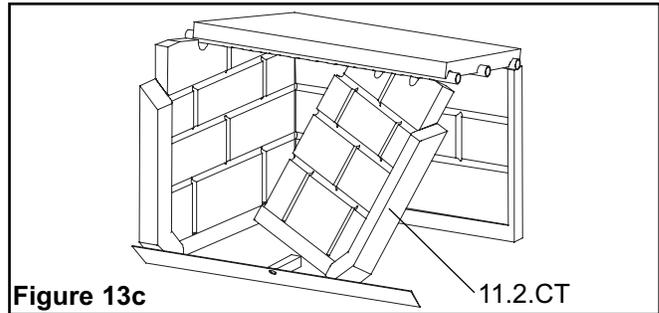

Figure 13c
5. Insérez la pierre de droite (11.2.CT) dans la boîte à feu, mais sans la mettre en place. Référez-vous à la Figure 13c pour l'orienter adéquatement. Assurez-vous qu'elle soit bien appuyée sur la pierre arrière du foyer.